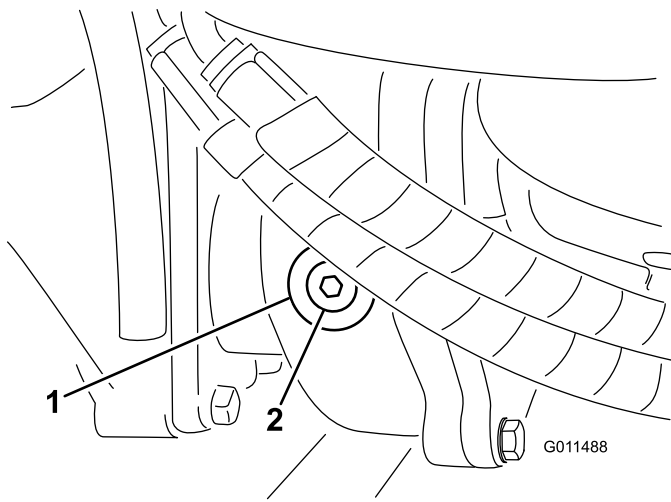

Figura 16
2. Togliete il tappo di controllo/riempimento dal lato sinistro del riduttore e verificate che il lubrificante raggiunga la base del foro (Figura 16).